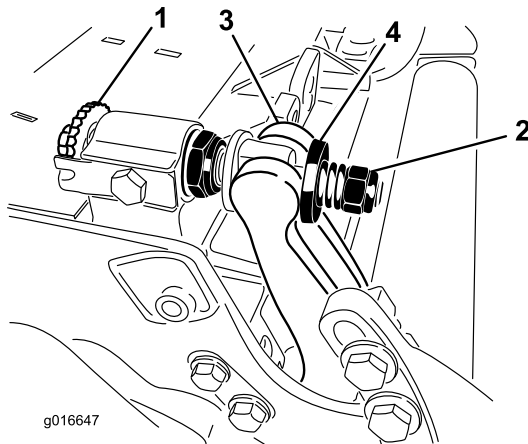

Figura 28
- Rode os parafusos de ajuste da barra de apoio no sentido contrário ao dos ponteiros do relógio, para afastar a lâmina de corte do cilindro (Figura 28).
- Faça recuar a porca da mola tensora até que a anilha deixe de estar sob tensão contra a barra de apoio (Figura 28).